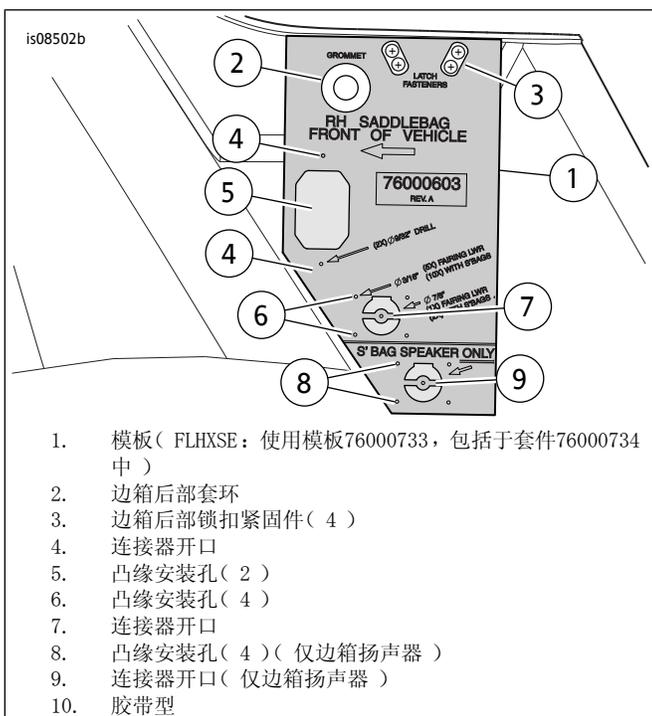

图2。右侧边箱开口和钻孔，用于Stage II线束安装
2. 参见图2。将边箱置于保护表面，安装面（内侧）朝上。
1. 参见图2。使用模板（1）在边箱上开口，用于挡风板下部放大器18路带凸缘连接器[289-1]。
参见图2：项目6和7。